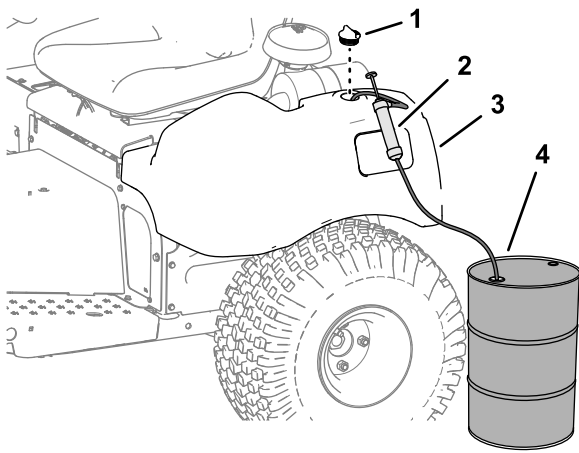

図 46
1. 油圧オイルタンクからキャップを取る 図 46。
2. 油圧オイルタンクからポンプでオイルをくみ出す 図 46。